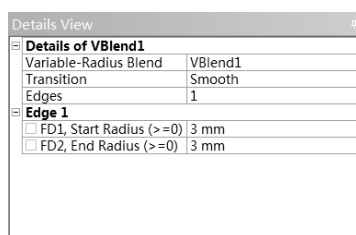

图 2-13 变化半径倒圆角设置面板
(8) Variable Radius Blend (变化半径倒圆角): 选择此命令, 弹出如图 2-13 所示的倒圆角设置面板。